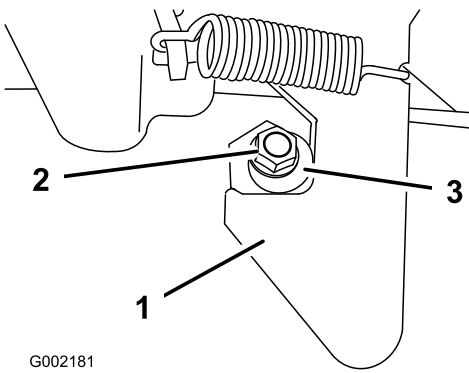

Bild 19
1. Lösen Sie die Mutter am Ende des Verriegelungspfofen (Bild 19).
2. Drehen Sie den Verriegelungsposten nach rechts, bis er am Riegel anliegt. Ziehen Sie dann die Mutter fest (Bild 19).